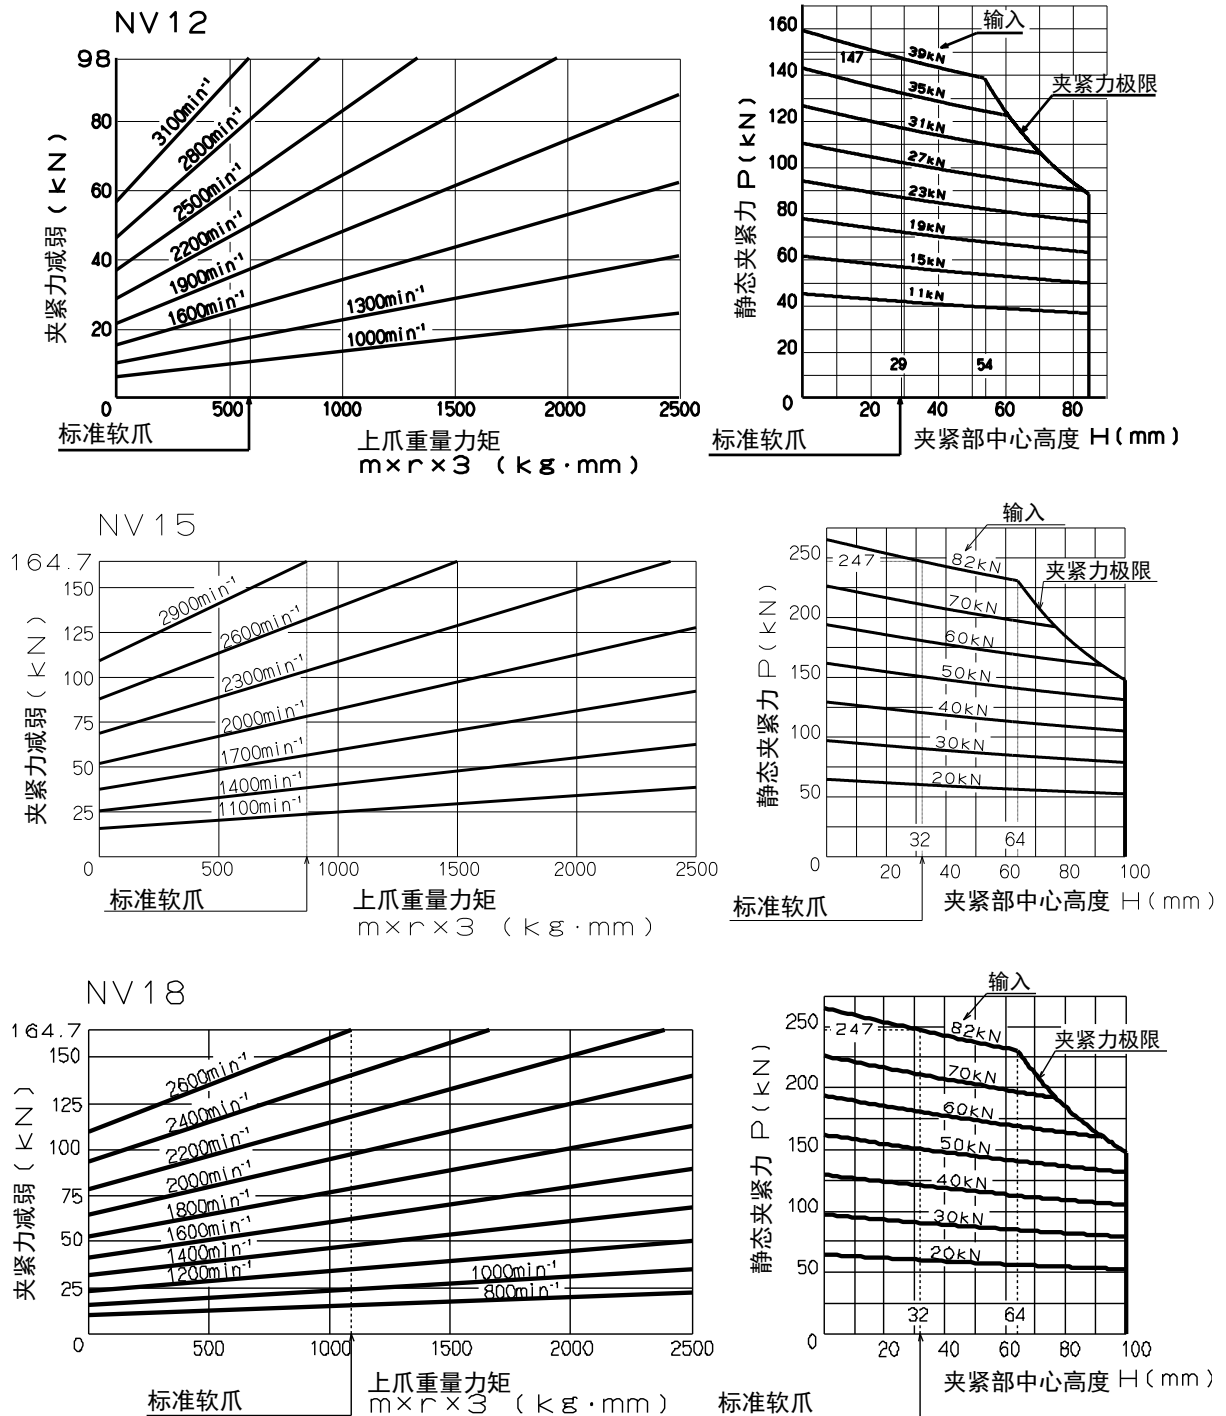

图 8
- 上爪的高度应设定在夹紧力限制表的范围内。(参照图 8~图 10)
参照图 8~10, 考虑设定夹紧力、输入值、转速时需要注意以下事项。
根据图 8~10 的要求可以预定使用转速所需的静夹紧力和输入值, 但是, 由于包含有很多假定条件, 所以, 这些只能作为参考数值, 必须进行试切削后再决定所需的加工条件。